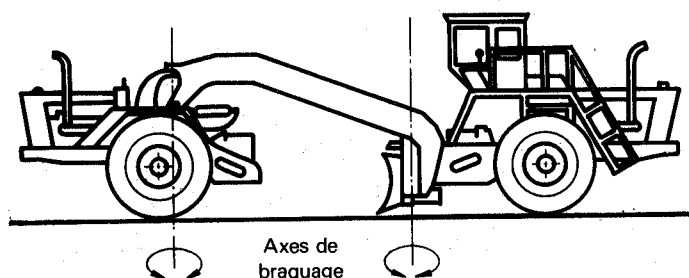

Figure 11 — Niveleuse à direction agissant sur les deux châssis articulés
5.1.4.5 Direction agissant sur les deux châssis articulés (voir figure 11)